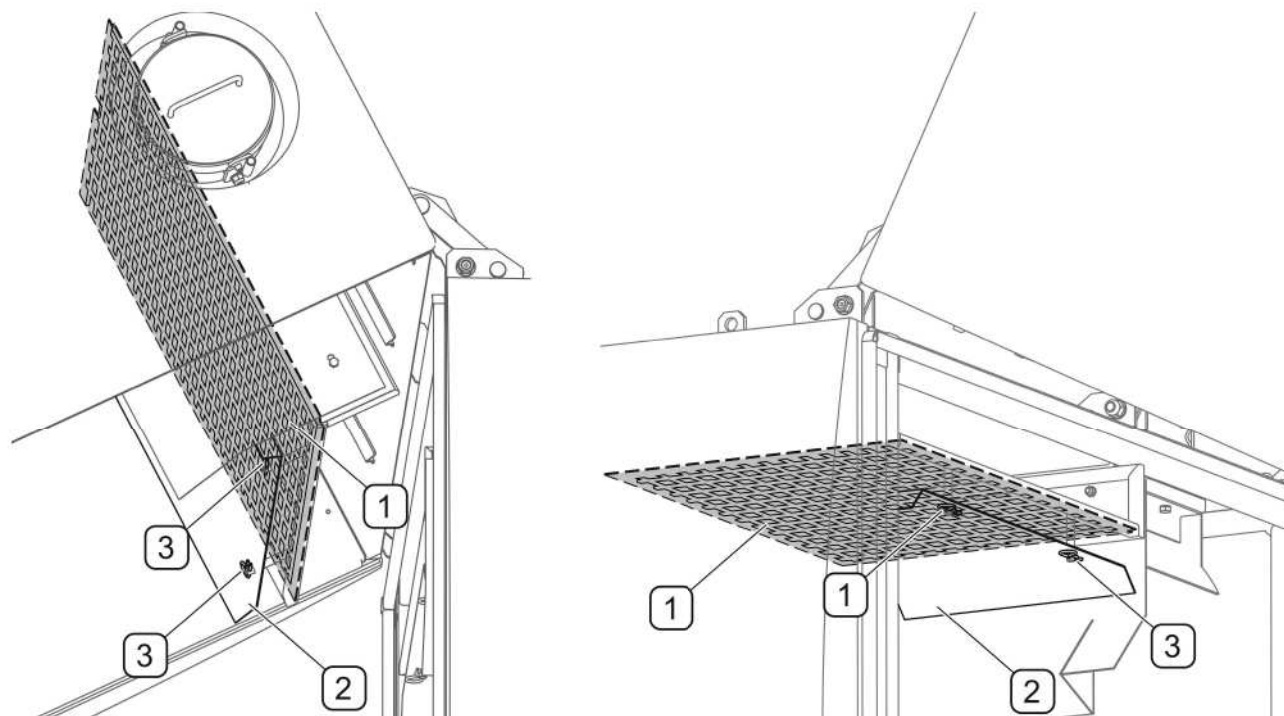

РИСУНОК 5.33А Решетки в бункере для мусора
Регулярно проверяйте чистоту сит в бункере для мусора (РИСУНОК 5.33А). Для доступа к ситам необходимо открыть бункер. Заблокировать бункер в открытом положении (РИСУНОК 5.5А). Чтобы облегчить доступ к ситам (РИСУНОК 5.33А), рекомендуем вынуть страховочные шплинты (3) и снять щитки (2). Очистить сита струей воды под давлением. После очистки установить щитки (2) на место и зафиксировать шплинтами (3). Необходимо обращать внимание на то, чтобы устанавливаемые щитки прогибом вниз. Рекомендуется очищать уплотнение бункера каждый раз после его опорожнения от мусора. Прежде чем закрыть бункер, не забудьте снять установленные ранее блокировки (РИСУНОК 5.5А).